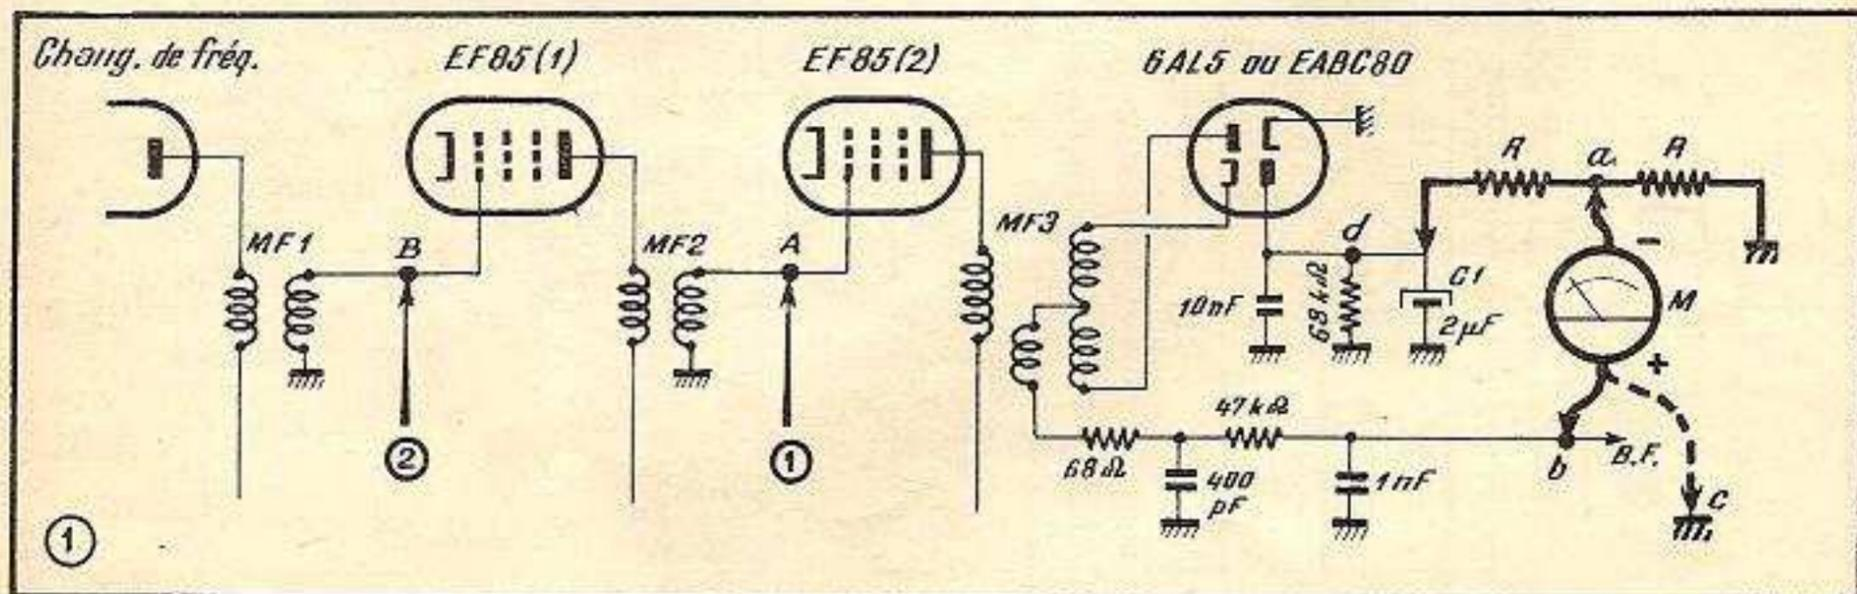

Fig. 1. — Branchement à effectuer pour le réglage des circuits M.F. d'un récepteur FM.
Nous supposons que la structure de l'amplificateur M.F. que nous avons à régler est normale (2 étages) et qu'il se termine par un détecteur de rapport dit asymétrique. L'ensemble est schématisé par la figure 1. Parmi les méthodes de réglage préconisées par les différents constructeurs, méthodes qui diffèrent fort peu et qui aboutissent à des résultats pratiquement équivalents, nous en avons choisi et expérimenté deux, décrites ci-après.
2. — La sortie du générateur H.F. sera réunie, à travers un condensateur de 10 à 40 nF, à la grille de la dernière lampe M.F., ici EF 85 (2), c'est-à-dire au point A (fig. 1) ;
6. — Régler alors le primaire et le secondaire du transformateur M.F. 3 de façon à avoir le maximum de déviation au voltmètre indicateur de sortie (M) ;
8. — Connecter le contrôleur, toujours sur la sensibilité 7,5 ou 10 V (en continu), entre les points a et b (fig. 1) ;
10. — Connecter de nouveau le contrôleur comme en (1) et retoucher le primaire du M.F. 3 en recherchant un maximum de déviation au voltmètre ;
11. — Transporter le câble de sortie du générateur H.F. à la grille de la EF 85 (1) et ajuster la tension de sortie de ce géné-
Voici, à titre d'indication, quelques chiffres relevés sur deux récepteurs différents. Dans les deux cas nous avons utilisé le générateur H.F. **Centrad** type 923, et prévu deux résistances R, de 250 k $\Omega$  chacune, en parallèle sur le condensateur C1, comme indiqué dans la figure 1.
Précisons que pour cette opération le câble de sortie du générateur **Centrad** a été connecté en A de la figure 1, et que la tension de sortie a été réglée au maximum.
1. — La sortie « vobulée » de l'appareil accordé sur la fréquence intermédiaire, 10,7 MHz ou autre, sera connectée à la grille de la dernière amplificatrice M.F., c'est-à-dire au point A des figures 1 et 4. L'atténuateur H.F. du vobuloscope sera réglé, ultérieurement, de façon à avoir, sur l'écran, une image d'amplitude normale. Disons cependant que pour attaquer convenablement le dernier étage M.F. la tension H.F. doit être assez élevée : 10 à 20 mV. L'excursion (le « swing ») sera réglée à 2 ou 3 MHz;
5. — Connecter alors la sortie « vobulée » à la grille de la première amplificatrice M.F., c'est-à-dire au point B des figures 1 et 4. Réduire l'atténuateur de la tension H.F. injectée et diminuer également l'excursion, puisque la largeur de la courbe sera maintenant plus faible ;